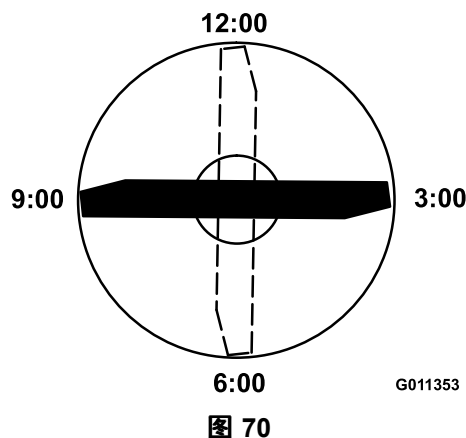

图 70
- 将刀片带标记一端的刀刃放在 12 点钟位置剪草方向的正前方并测量从桌面到刀片刀刃的高度图 70。
- 将刀片的标记端旋转至 3 点钟和 9 点钟位置并测量高度图 70。